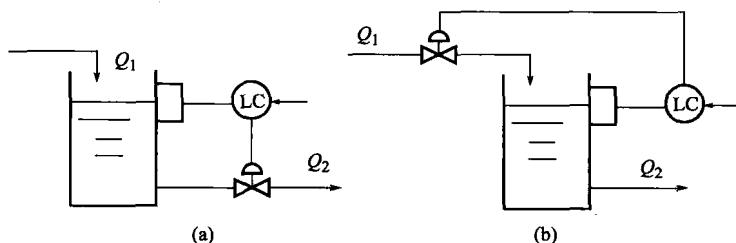

图 1-14 水槽液位控制系统
9. 图 1-14(a)、(b) 所示是水槽液位系统的两个不同控制方案。图中 LC 表示液位控制器。